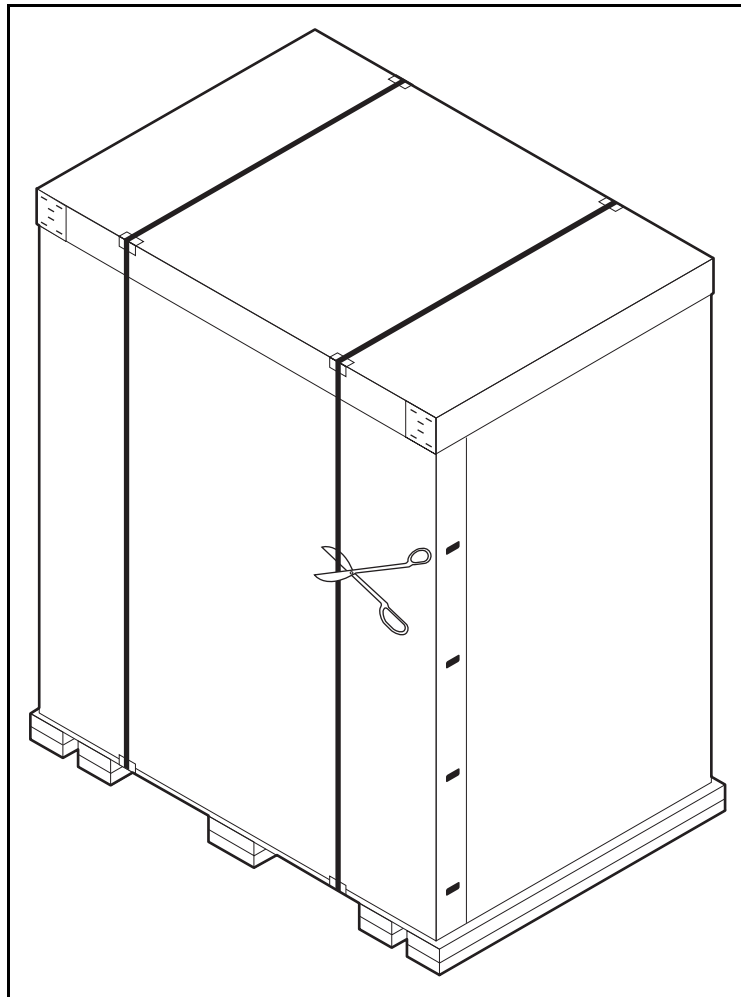

Figure 4-2. Retrait des bandes d'acier
3. À l'aide de ciseaux métalliques, coupez les deux bandes d'acier qui fixent la librairie de sauvegarde sur cartouches et le matériau d'emballage sur la palette (voir Figure 4-2).